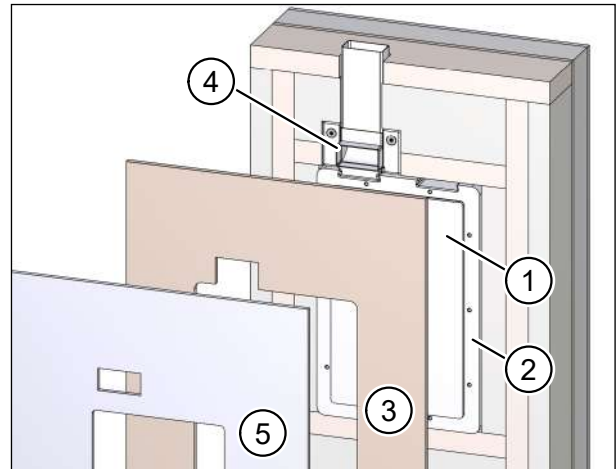

Abb. 33: Montageset und Flachkanäle / Flexrohre im Innenbereich verkleiden
- ▶ Achten Sie darauf, dass der Putzschutzdeckel (Pos. 1 in Abb. 33) im Mauerkasten (Pos. 2 in Abb. 33) sitzt.
- ▶ Erstellen Sie in der OSB-Platte (Pos. 3 in Abb. 33) einen Ausschnitt mit den Abmessungen des Mauerkastens (Pos. 2 in Abb. 33).
- ▶ Erstellen Sie ggf. in der OSB-Platte (Pos. 3 in Abb. 33) einen Ausschnitt mit den Abmessungen des Flachkanal-Winkels (Pos. 4 in Abb. 33, nur bei Anbindung eines Flachkanal- oder Flexrohrsystems).
- ▶ Erstellen Sie in der Gipskartonplatte (Pos. 5 in Abb. 33) einen Ausschnitt mit den Abmessungen des Putzschutzdeckels (Pos. 1 in Abb. 33).
- ▶ Erstellen Sie ggf. in der Gipskartonplatte (Pos. 5 in Abb. 33) einen Ausschnitt mit den Abmessungen des Flachkanal-Winkels (Pos. 4 in Abb. 33, nur bei Anbindung eines Flachkanal- oder Flexrohrsystems).
- ▶ Setzen Sie die OSB-Platte (Pos. 3 in Abb. 33) auf den Mauerkasten (Pos. 2 in Abb. 33) auf und befestigen Sie diese an der Ständerkonstruktion.
- ▶ Richten Sie den Ausschnitt in der Gipskartonplatte (Pos. 5 in Abb. 33) am Putzschutzdeckel (Pos. 1 in Abb. 33) aus und befestigen Sie die Gipskartonplatte.